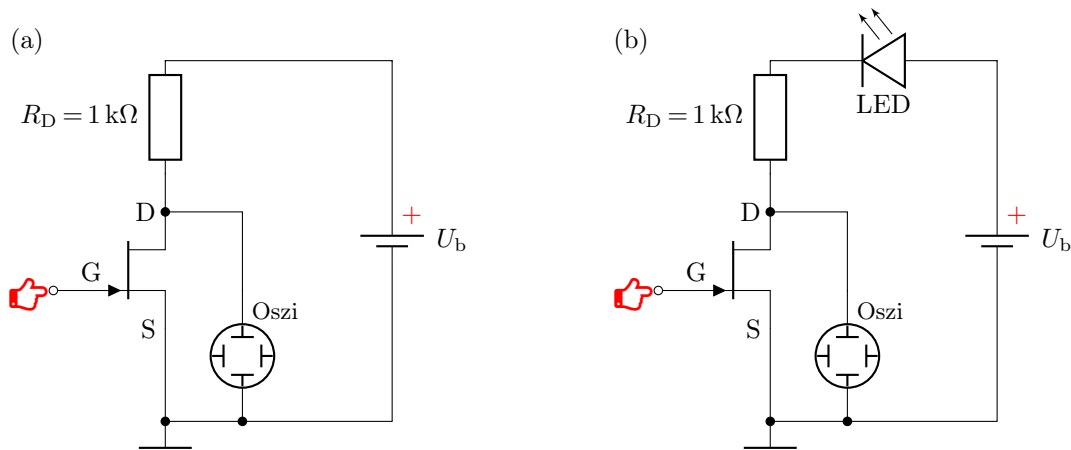

Abbildung 5: Schaltungen zur Demonstration des hochohmigen Gate-Eingangs. Benutzen Sie $U_b = 10\text{ V}$ als Betriebsspannung. Berühren Sie das offene Gate.
3. *Hochohmiger Eingang*: Benutzen Sie die JFET-Schaltung mit offenem Gate-Anschluss, Abb. 5(a). Stellen Sie die Ausgangsspannung auf dem Oszilloskop dar. Berühren Sie nun den Gate-Anschluss. Stehen Sie dazu auf, bewegen Sie die Schuhsohle auf dem Boden und berühren Sie verschiedene Potentiale z.B. Messgerätegehäuse und Kabel der Stromversorgung. Beschreiben Sie Ihre Beobachtungen mithilfe geeigneter Oszi-Aufnahmen. Wodurch können Sie den Zustand umschalten?
Schalten Sie nun zusätzlich zum Drain-Widerstand R_D eine Leuchtdiode in Reihe, siehe Abb. 5(b). Berühren Sie erneut den Gate-Anschluss und beobachten Sie die Leuchtdiode. Schließen Sie ein kurzes isoliertes Kabel an das Gate an. Bringen Sie die Leuchtdiode danach wieder in den ausgeschalteten Zustand. Berühren Sie nun die Kabelisolation und warten Sie einige Sekunden. Diskutieren Sie Ihre Beobachtungen.